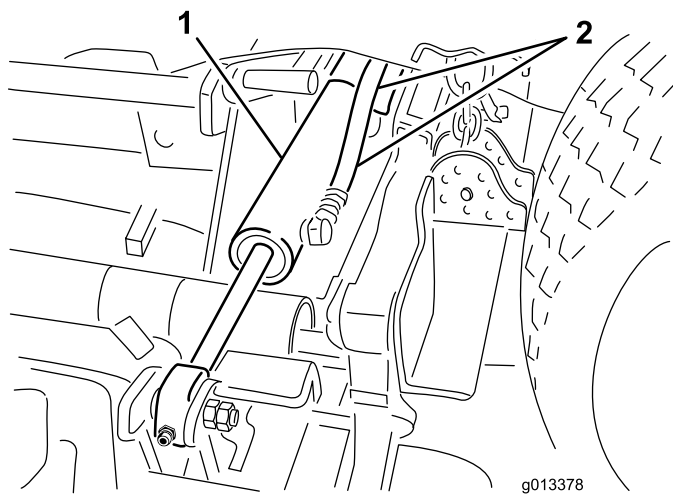

Figura 3
4. Desconecte los manguitos hidráulicos de los cilindros de elevación de las carcasas laterales (Figura 3).